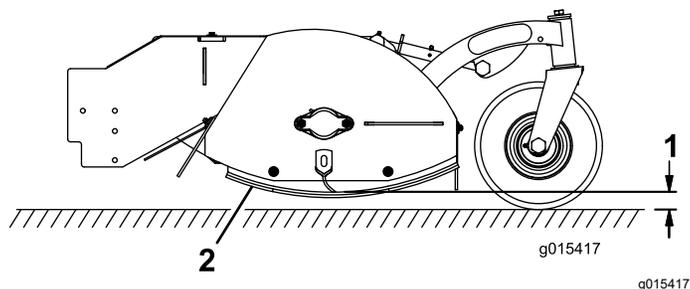

Figure 4
3. Desserrez les 2 boulons et les 2 écrous qui fixent un patin anti-scalp et montez ou abaissez le patin afin qu'il soit plus bas que les lames, sans pour autant toucher le sol (Figure 4).